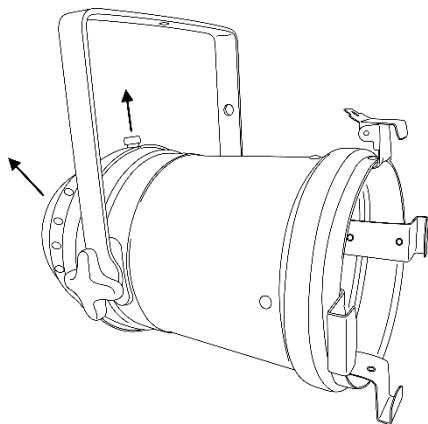

Abb. 03
- 02) Lösen Sie die Halteschraube und nehmen Sie die Rückabdeckung ab (Abb. 03).